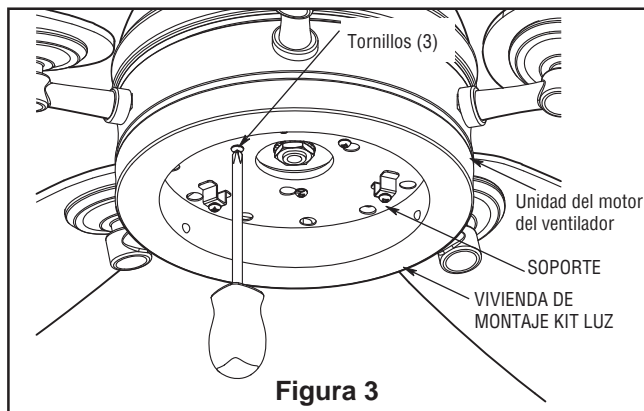

Figura 3
- 3. Extraiga uno de los tres tornillos del soporte ubicado en la parte inferior de la unidad del motor. Afloje levemente los otros dos tornillos. Instale la unidad de la placa de luz en el soporte utilizando las dos ranuras principales de la placa de conexión. Vuelva a colocar el tercer tornillo y asegure los tres tornillos. (Figura 3)